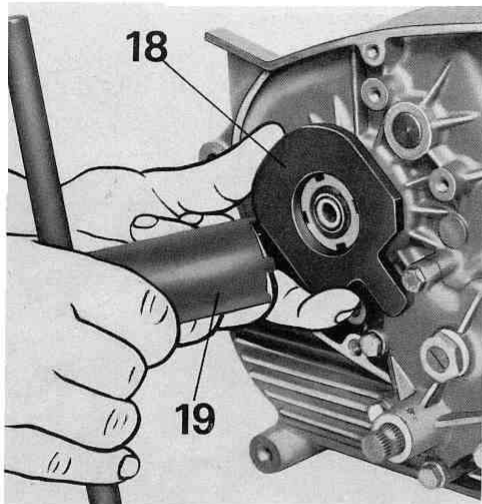

Fig. 12
- svitare la ghiera pignone catena a mezzo apposita chiave n. 32902701 (19 di fig. 12) e attrezzo di tenuta n. 55902725 (18 di fig. 12);